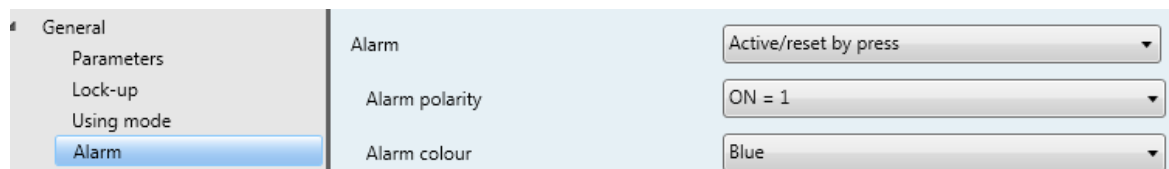

Bild 10: Larm
- Tryck in knapp 1 (Bild 10, 1) och knapp 2 (Bild 10, 2) samtidigt i fem sekunder.
- Tryck på knapp 1 (Bild 10, 1).
- Tryck på knapp 2 (Bild 10, 2).